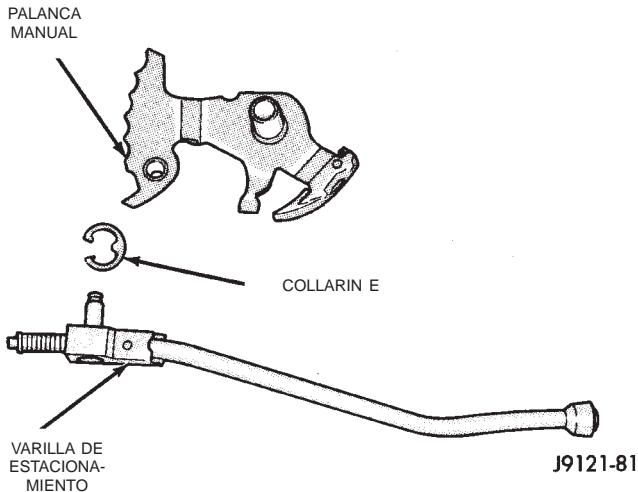

Fig. 63 Varilla de estacionamiento
(39) Si fuese necesario, inserte el extremo de la varilla de estacionamiento en la palanca manual e instale el collarín E (Fig. 63).